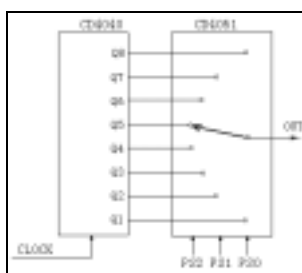

图 5 分频器等效电路
低电平，在此期间可能受到的干扰是很窄的正脉冲。这段时间的长短由操作人员的按键动作所确定，一般为零点几秒~几秒； t_4 为按钮松开过程中出现的断开抖动期； t_5 表示按钮松开之后，**RB0** 引脚上呈现高电平，在此期间可能受到的干扰也是很窄的负脉冲。图中的 **T** 表示用户程序对端口引脚逻辑状态进行周期性的扫描，所采用的扫描周期，大约为两个指令周期的时间（当晶振频率为 4MHz， $T=2\mu s$ ）； τ 为用户程序首次扫描到 **RB0** 引脚时电平变化，到再次扫描确认之间的延迟时间，约为 10ms。为了保证单片机对一次按键操作（完成按下和松开两个动作），作一次且仅仅作一次接收处理，就必须去除抖动。体现在程序设计上的思路，就是在扫描到 **RB0** 上的首次电平变化，延迟 τ （=10ms）待 **RB0** 上的状态稳定后，再次扫描确认，果真是按键动作（被按下或者松开），方认定为有效。否则，判为干扰脉冲，将其忽略。从而采用同一段程序，既有效地克服了抖动的影响，又避免了干扰脉冲带来的危害，可谓是一举两得。基于以上思想设计的程序流程图如图 5 所示，程序如下：
“运行到此”方式 可以实现从当前程序计数器 **PC** 指定的指令行开始，执行到您指定的任意行上停止。在某些情况下，这种运行方式可以实现连续运行和断点设置运行的双重功效，但更加方便灵活好用。具体操作方法是，在图 5 所示的 **MPLAB** 桌面上（确定汇编语言源文件窗口为当前窗口的前提下），在指定行上点击鼠标右键，会弹出一个浮动的小型命令菜单（如图 6 所示）。选取其中的“运行到此（**Run to Here**）”命令项，程序开始从当前 **PC** 指定处连续运行，随后自动停止在该指令行上。
结合本程序实例中延时子程序的参数确定方法，在 MPLAB 桌面上跑表功能的具体操作步骤为：（1）在如图 5 所示的 MPLAB 桌面上，首先令（虚拟的）单片机复位，此时会出现一个“反白显示行”并且停留在第一条指令（nop）上。反白显示行表明当前的程序计数器 PC 值，指向该行指令所在的程序存储器的单元地址，也表明该行是即将被执行的指令。（2）接着在汇编语言源文件窗口被确立为当前窗口的前提下，在第一条调用延时子程序的指令（call delay）上点击鼠标右键，会弹出一个小型浮动的命令菜单（如图 6 所示）。（3）选取其中的“运行到此（Run to Here）”命令项，程序开始被执行，此后反白显示行自动停留在那条调用指令上。这时跑表观察窗中有了时间显示，显示的是此前被执行过的 11 条指令所占用的时间和指令周期数。（4）这个显示值不是我们所关心的，点击“Zero”按钮将其清零。（5）再点击一次“单步跨越运行”按钮，“跑表”便开始累计记录程序运行的时间和指令周期数。此时 MPLAB 桌面上的状态栏变黄，表明程序正在被执行。一段时间过后，状态栏恢复原色，程序停止运行并且停留在与调用指令相邻的下一条指令上。跑表观察窗中所显示出的信息就是执行延时子程序所花费的时间和指令周期总数。（6）如果该时间值不符合设计者的要求，可以修改延时子程序中的内循环参数 n2 或者外循环参数 n1。（7）然后再用同样的方法运行程序，并观察延时子程序消耗的时间。反复这一过程，直到延迟时间满意为止。
1. 分频器 看门狗定时器 WDT 与 TMR0 共同分享同一个分频器，但两者不能同时使用。也就是说，在某一时刻分频器只能分配给两者中的一个。与 TMR0 配合使用时，它是以一个“预”分频器的角色出现在 TMR0 的输入信号路径中的；而与 WDT 配合使用时，它是以一个“后”分频器的角色出现在 WDT 的输出信号路径中的。分频器实际上也是一个 8 位累加计数器，不过它不能象 TMR0 那样通过内部数据总线用程序进行读、写操作，并且它只能配合 TMR0 或 WDT 起分频作用。由于它主要用来与 TMR0 配合工作，因此在厂家提供的产品手册中总是习惯地把它称作“预分频器”，分频器的电路结构示意图如图 5 所示。可以把分频器看作由两片 CMOS 通用集成电路构成，一片是 12 位二进制计数器 CD4040（在此仅使用低 8 位），一片是 8 选 1 模拟开关 CD4051（或者是一片 8 选 1 数据选择器 74LS151）。当开关切换到 Q1 点时，时钟信号 CLOCK 经过 1 级二进制分频后送到 OUT 端，分频比为 1: 2；当开关切换到 Q2 点时，时钟信号 CLOCK 经过 2 级二进制分频后送到 OUT 端，分频比为 1: 4；当开关切换到 Q3 点时，时钟信号 CLOCK 经过 3 级二进制分频后送到 OUT 端，分频比为 1: 8；……；当开关切换到 Q8 点时，时钟信号 CLOCK 经过 8 级二进制分频后送到 OUT 端，分频比为 1: 256。开关的切换位置取决于 PS2~PS0 的值，也就是由 PS2~PS0 设定分频比。